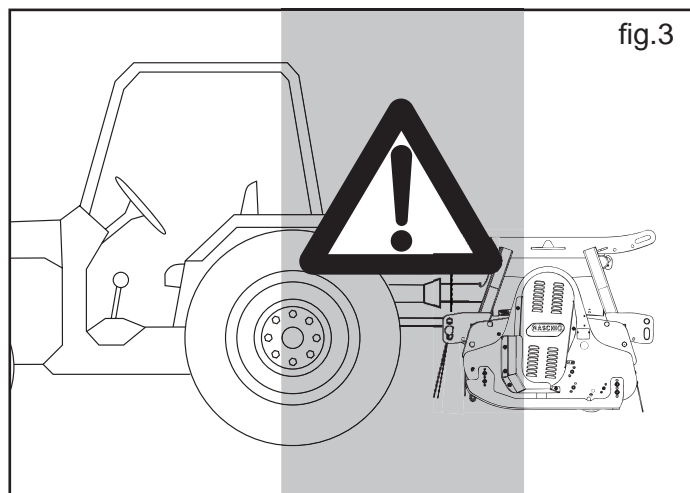

fig.3
- 5) È assolutamente vietato interporre fra il trattore e l'attacco per manovrare il comando dall'esterno per il sollevamento (fig.3).
- 6) È assolutamente vietato interporre tra il trattore e l'attrezzatura (fig.3) con motore acceso e cardano inserito. È possibile interporre solo dopo aver azionato il freno di stazionamento ed aver inserito, sotto le ruote, un ceppo o un sasso di bloccaggio di adeguate dimensioni.